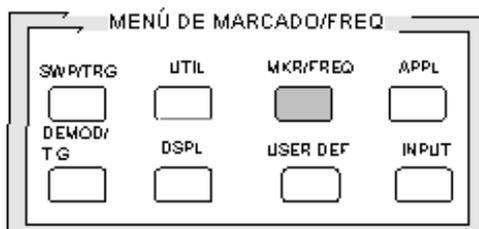

Figura 15. Menú del marcador y de la frecuencia.
3. **Menú del marcador y de la frecuencia** (MKR/FREQ), Figura 15. Las diferentes opciones que aparecen al seleccionar este menú se muestran en la Tabla 3.